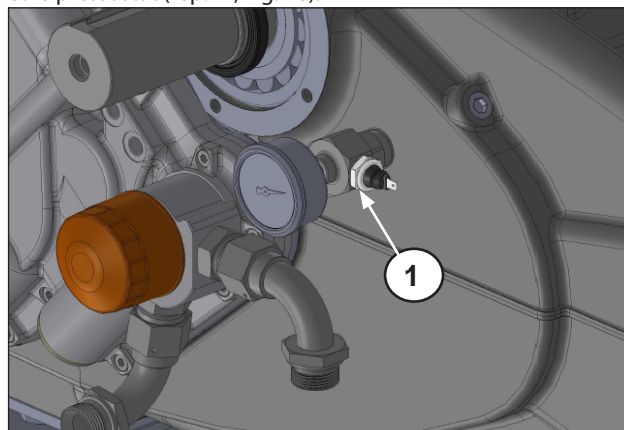

Fig. 16
Dévisser et déposer le manomètre, le raccord, le raccord fileté et le pressostat (rep. ①, Fig. 16).